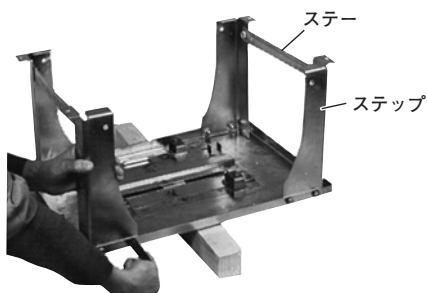

図 2
- (1) ステップを8本のボルトでテーブルに取付けます。(図2)